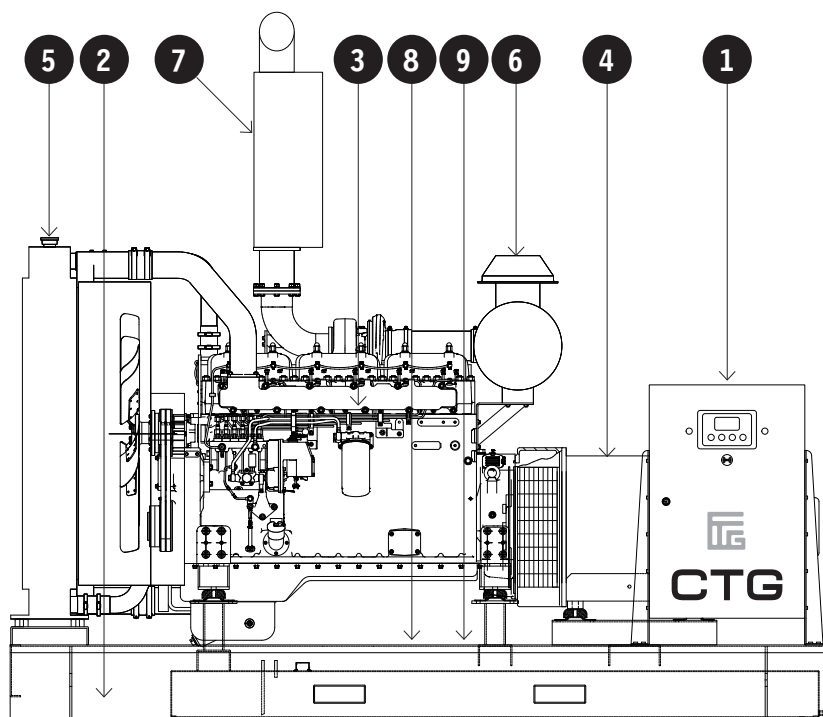

Рис. 4.2
4.1.5 На рис. 4.2 показаны основные элементы. На нём изображена типовая ДГУ. Однако каждая ДГУ несколько отличается от других в отношении размеров и конфигурации основных элементов. В настоящем разделе даётся краткое описание частей ДГУ.